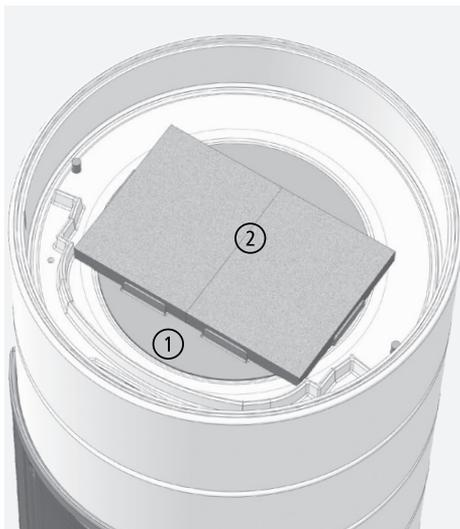

Fig. 3.20 Position des éléments du catalyseur du PEPPA tec, vue de dessus, le couvercle du poêle est ôté
- ① Le cadre receveur en tôle doit être posé sur le cadre receveur en fonte intégré - les rebords sont dirigés vers le haut, le cadre receveur sera poussé vers l'avant,
- ② les deux éléments catalyseurs seront déposés sur le cadre receveur (voir Fig. 3.20 et Fig. 3.20).